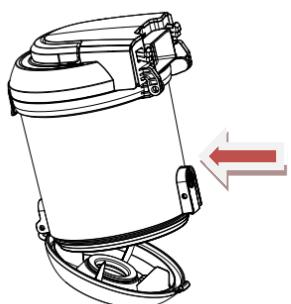

Fig.8
3. Zoals in Fig.8 houdt de stofkamer boven de vuilnisbak, druk op de ontgrendelknop om de onderkant van de stofkamer te openen en de rommel en stof valt vanzelf in de vuilnisbak